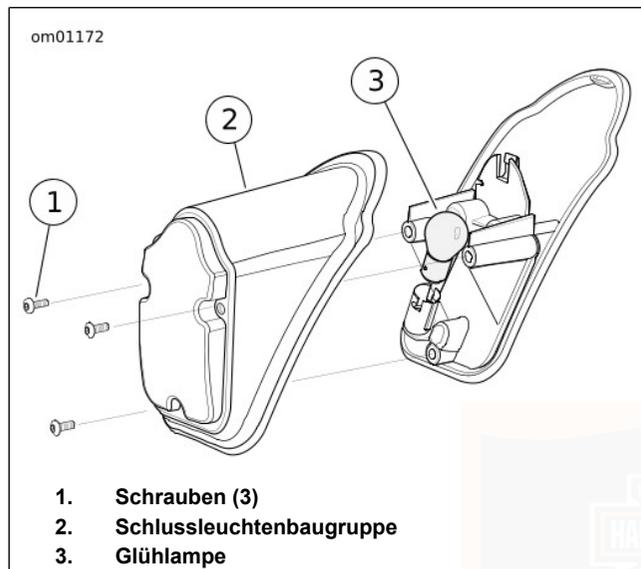

Abbildung 64. Baugruppe Schlussleuchte: „Tombstone“-Stil
1. Siehe Abbildung 64. Den Zündschalter auf OFF (Aus) schalten.
2. Die drei Schrauben (1) entfernen, um die Schlussleuchtenbaugruppe (2) von der Fassung abzunehmen.
3. Die Glühlampe (3) in die Fassung drücken. Um eine Vierteldrehung nach links drehen. Die Glühlampe aus der Fassung ziehen.
6. Die Passtifte der **neuen** Glühlampe (3) auf die Führungen in der Glühlampenfassung ausrichten. **Neue** Glühlampe hineindrücken und im Uhrzeigersinn in die Fassung drehen.
7. Die Schlussleuchtenbaugruppe (2) mit drei Befestigungsschrauben an der Fassung (1) anbringen. Die Schrauben auf folgendes Drehmoment anziehen: 2,3–2,7 N·m (20–24 **in-lbs**).